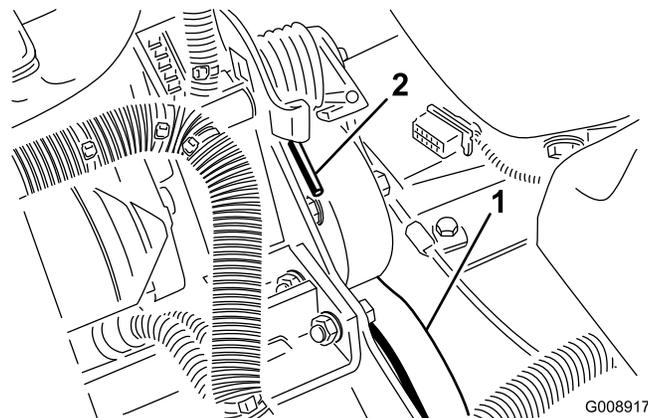

Figure 53
2. Appuyez sur l'extrémité du ressort (Figure 53) et poussez-la vers l'avant pour décrocher le ressort du support et le détendre.